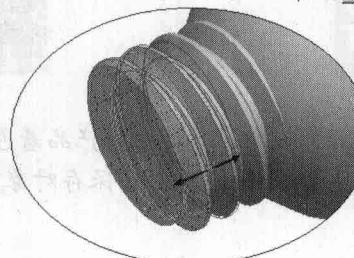

图1-23
11. 在键盘上按住 **Ctrl** 键并选取本节第 7 步操作中合并后的面组与第 8 步操作中移动的面组，在菜单栏中选择【编辑】/【合并】命令，弹出【合并】操作面板，调整合并的方向，如图 1-23 所示，然后单击 $\checkmark$ 按钮合并面组。